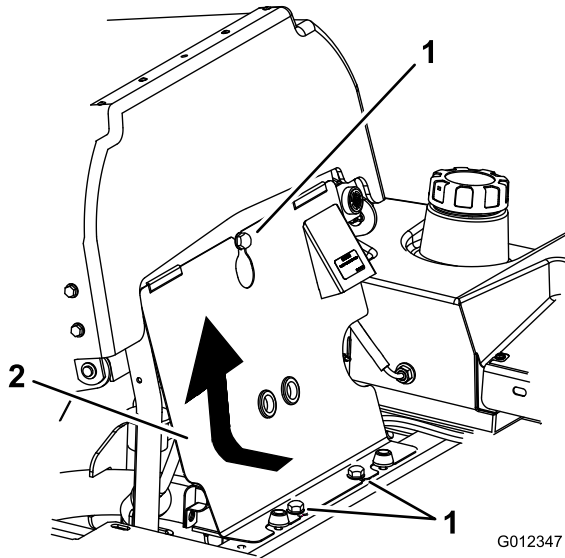

Figura 48
1. Incline el asiento hacia adelante, afloje los pernos y retire el panel delantero del motor (Figura 48).